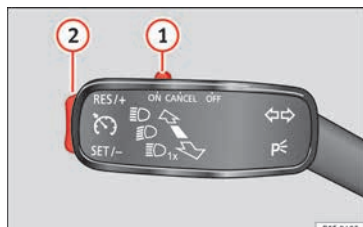

Abb. 41 Siehe Einbauort auf S. 7-8
- Die GRA anschließen: den Schalter »» Abb. 41 ① in die Stellung **ON** schieben.
- GRA aktivieren: drücken Sie die Taste »» Abb. 41 ② im Bereich **SET/-**. Die aktuelle Geschwindigkeit wird gespeichert und geregelt.
- GRA vorübergehend abschalten: Schieben Sie den Schalter »» Abb. 41 ① bis **CANCEL** oder treten Sie auf die Bremse. Regelung wird vorübergehend abgeschaltet.
- GRA wieder einschalten: Drücken Sie die Taste »» Abb. 41 ② in **RES/+**. Die gespeicherte Geschwindigkeit wird erneut gespeichert und eingestellt.
- Gespeicherte Geschwindigkeit während GRA-Regelung erhöhen: Taste ② in **RES/+** drücken. Das Fahrzeug beschleunigt bis zum Er-
- Gespeicherte Geschwindigkeit während GRA-Regelung verringern: Taste ② in **SET/-** drücken, um die Geschwindigkeit um 1 km/h (1 mph) zu verringern. Die Geschwindigkeit wird bis zum Erreichen der neu gespeicherten Geschwindigkeit reduziert.
- GRA abschalten: Schalter »» Abb. 41 ① auf **OFF** schieben. Das System wird abgeschaltet und die gespeicherte Geschwindigkeit gelöscht.